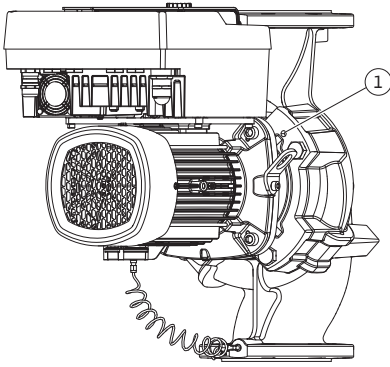

Fig. 14: Moottori-juoksupyöräyksikön painaminen ulos kierrereikien kautta (pumpputyypistä riippuen)
5. Irrota moottori-juoksupyöräyksikkö (katso Fig. 5) pumpun pesästä. Pumpputyypistä riippuen (katso Fig. I...III) on olemassa erilaisia tapoja: Pumpputyypissä Fig. I avataan ruuvit pos. 29. Paina moottori-juoksupyöräyksikkö irti pumpun pesästä. Käytä pumpputyypeissä Fig. II ja Fig. III tähän tarkoitukseen kahta kierrereikää (Fig. 14, pos. 1). Käytä tässä sopivia, asiakkaan toimesta hankittavia ruuveja (esim. M10 x 25 mm).
5. Paina moottori-juoksupyöräyksikkö (katso Fig. 5) irti pumpun pesästä. Käytä siihen kahta kierreikää (katso Fig. 14). Irrota kiinnitys kiertämällä sopivan pituiset M10-ruuvit kierreikiin.
7. Irrota kaksi suojalevyn lukitusruuvia (Fig. II, pos. 27) ja poista suojalevy.
8. Vie kiintoavain, jonka avainväli on 27 mm, tiivistelaipan ikkunaan ja pidä akselia avainpintojen välissä (Fig. II, pos. 16). Irrota juoksupyörän mutterit (Fig. II, pos. 22). Vedä juoksupyörä (Fig. II, pos. 21) sopivalla ulosvetimellä akselilta.
9. Irrota paine-eroanturin kiinnityslevy (Fig. I, pos. 13) moottorilaipasta avaamalla ruuvi (Fig. II, pos. 10). Jätä paine-eroanturi (Fig. I, pos. 8) kiinnityslevyineen (Fig. I, pos. 13) riippumaan paineenmittausjohtoihin (Fig. I, pos. 7). Irrota tarvittaessa elektroniikkamoduulissa olevan paine-eroanturin liitäntäkaapeli.
10. Avaa ruuvit (Fig. II, pos. 10 ja pos. 10a).
11. Irrota tiivistelaippa kaksivartisella ulosvetimellä (yleisvetimellä) moottorin keskiöintiosasta ja vedä se pois akselista. Liukurengastiiviste (Fig. I, pos. 25) irtoaa samalla. Vältä tiivistelaipan kääntymistä kulmittain väärään asentoon.
12. Jos liukurengastiiviste on vaurioitunut, paina liukurengastiivisteiden vastarengas (Fig. I, pos. 26) pois tiivistelaipassa olevasta kiinnityskohdasta. Aseta tiivistelaippaan uusi vastarengas.